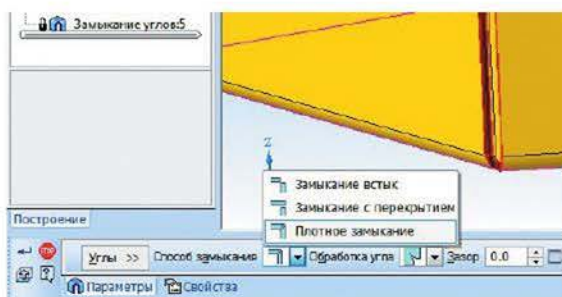

Рисунок 9.12 Выполнение команды *Замыкание углов*
6. Далее выполнить команду *Замыкание углов* . В *Панели свойств* представлено несколько способов. Для ребер короба выбрать *Плотное замыкание*  и для углов основания короба – *Стык по кромке*  (рисунок 9.12). Результат операции показан на рисунке 9.13.